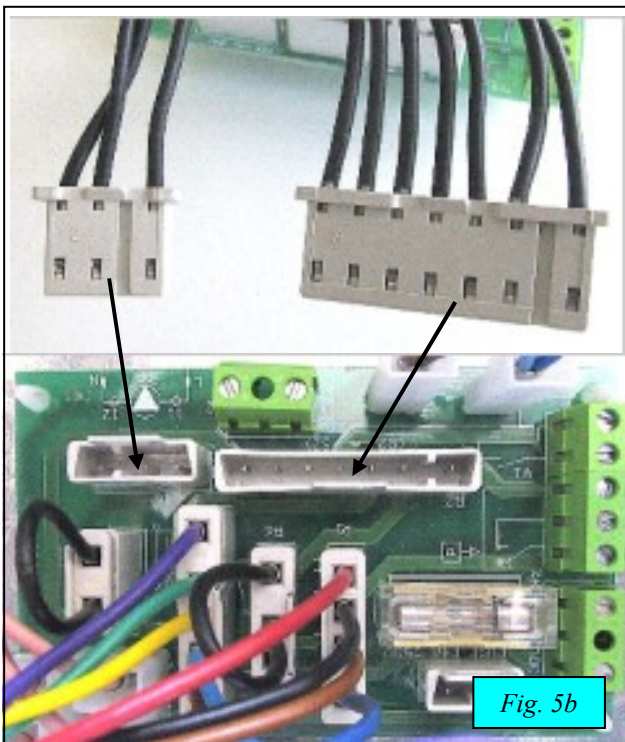

Fig. 5b:
- Inserire i 2 connettori della scheda kit alla scheda caldaia nelle posizioni appena liberate, come illustrato in fig. 5b, facendo pressione fino al completo inserimento.